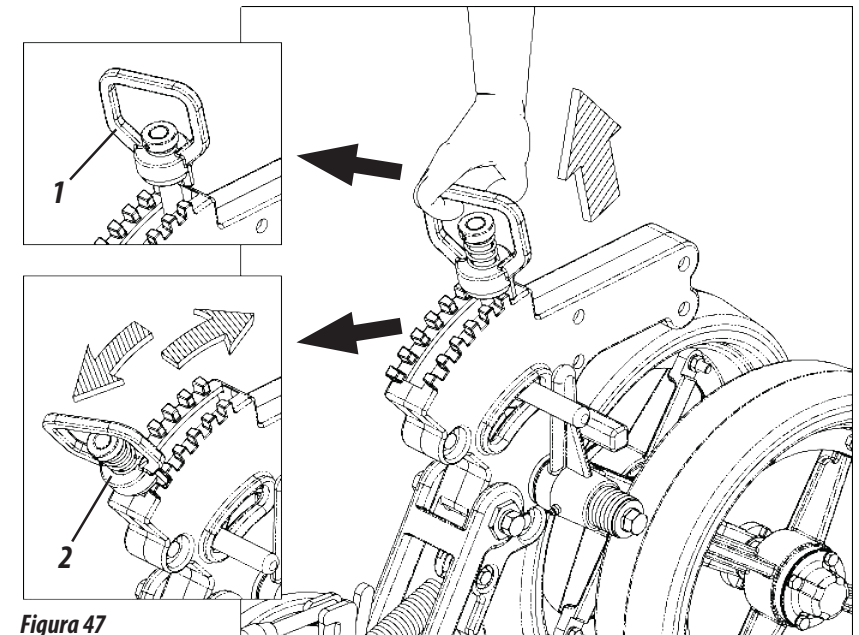

Figura 47
REGULAGEM DA RODA DE PROFUNDIDADE OSCILANTE (FIGURA 47)
- 1- Puxe a alça (1) para cima, desloque o regulador (2) até o ponto desejado, ajustando a roda de profundidade (3), depois abaixe a alça (1) travando o regulador (2), conforme mostra a figura 47.